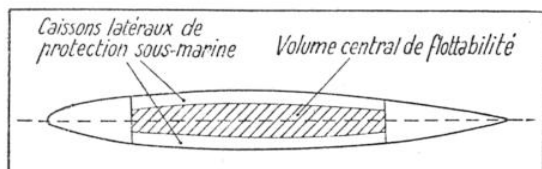

FIG. 1. — COUPE HORIZONTALE SCHÉMATIQUE DU SYSTÈME DE PROTECTION SOUS-MARINE DU CUIRASSE
Son principe est connu : un caisson latéral compartimenté de 5 à 8 mètres de largeur, destiné à absorber les explosions sous-marines au prix d'un envahissement par la mer. La limite de l'envahissement est une cloison interne dite résistante, dont le contour délimite un volume central qui doit rester intact pour conserver au bâtiment avarié une suffisante flottabilité (fig. 1 et 2). Il y a intérêt (1), pour une largeur donnée du maître couple, à accroître la réserve de la flottabilité en la prolongeant le plus possible vers les extrémités du navire, disposition que les ingénieurs navals allemands avaient imaginée dès 1914-1918, et, en outre, à ne pas trop rétrécir transversalement ce volume de flottabilité par des caissons trop larges, empiétant trop profondément dans l'intérieur de la carène.